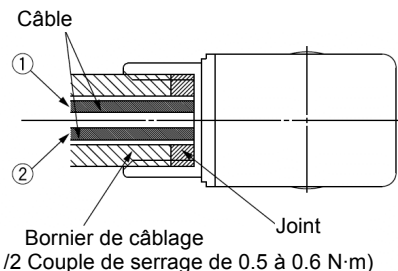

Figure 13
- Serrez le bornier en respectant les couples de serrage indiqués en Figure 13.